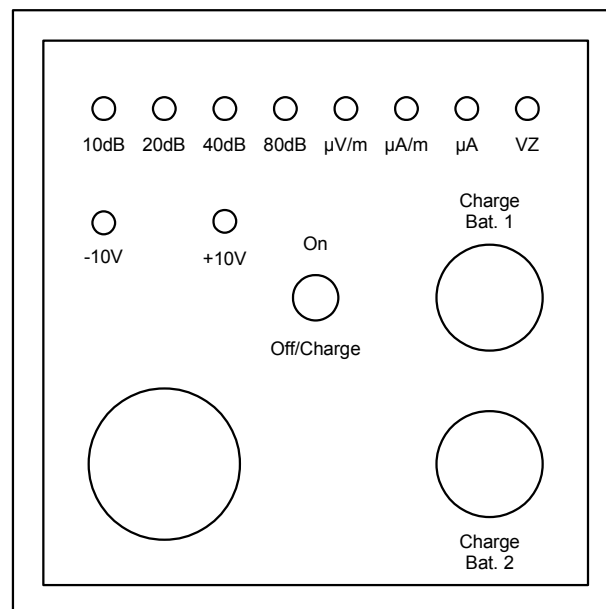

Abbildung 3.1: Front der BV10D
- Abbildung 3.1 zeigt die Vorderseite der BV10D. Hier befinden sich alle Schnittstellen.